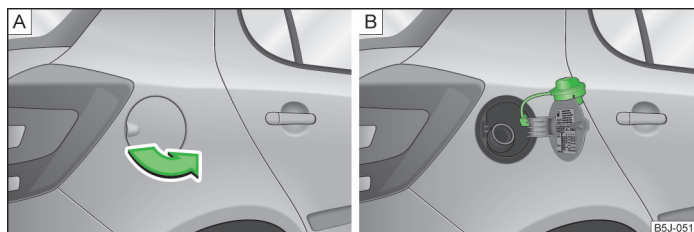

Fig. 122 Parte trasera del vehículo, lado derecho: Tapa del depósito/tapa del depósito con el tapón enroscado
En el lado interior de la tapa del depósito de combustible se indican los tipos de combustible prescritos para su vehículo » fig. 122 de la página 164 - **B**.
- Abra la tapa del depósito de combustible con la mano » fig. 122 - **A**.
- Desenrosque hacia la izquierda el tapón de cierre del depósito y colóquelo desde arriba en la tapa del depósito » fig. 122 - **B**.